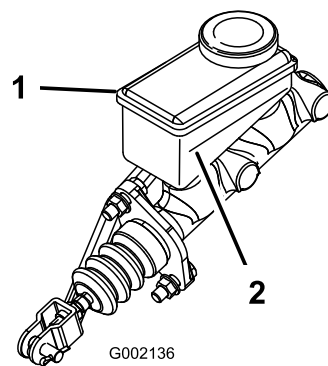

図 110
5. タンクの側面についているマークで、量を点検する **図 110**。
- B. 最低ラインより上まで DOT 3 ブレーキ液を補給する **図 110**。